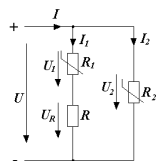

Рисунок 1
4. Три одинаковых нелинейных резистора соединены согласно электрической схеме на рис. 1. Ток на входе цепи  $I = 0,6$  А. ВАХ нелинейного резистора задана таблицей.